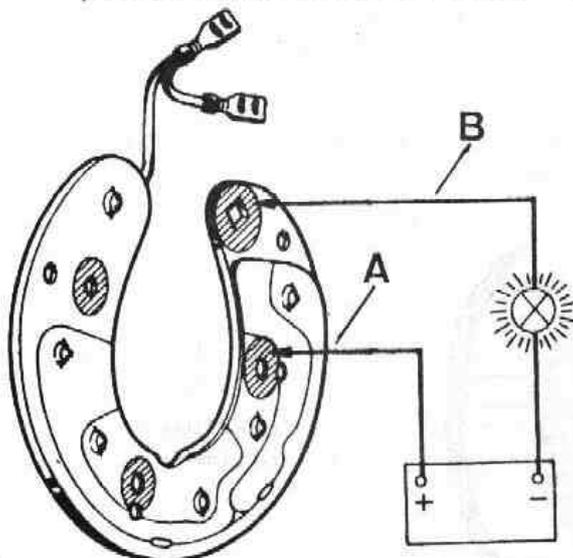

Fig. N-14 Comprobación del puente rectificador
5.3.2. Conectar el borne positivo de la fuente de alimentación, a las zonas destinadas a las conexiones de los arrollamientos, incluido, A (Fig. N-14) y el borne negativo a una lámpara de prueba. Seguidamente hacer contacto con la zona destinada al alojamiento del borne de salida de corriente, B (Fig. N-14). En cada uno de los casos, la lámpara debe encenderse. Si la lámpara no se enciende, habrá que cambiar el puente, pues el diodo en prueba estará deteriorado.